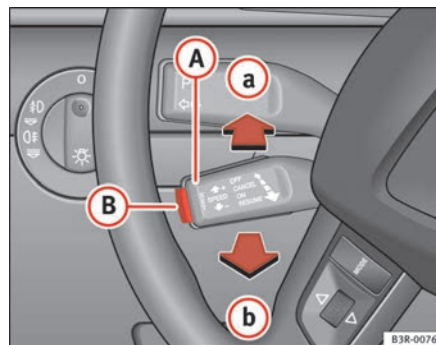

Fig. 152 Comandi dell'impianto di regolazione velocità
- premere la leva **(A)** $\Rightarrow$ fig. 152 fino a raggiungere la posizione **(a)** (prima dello scatto).